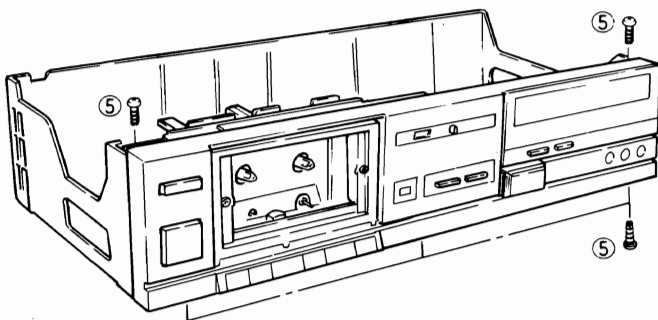

Fig. 3 Abb. 3
- 4. Front Panel (Fig. 3)**
- 4. Frontplatte (Abb. 3)**
- 4. Panneau avant (Fig. 3)**